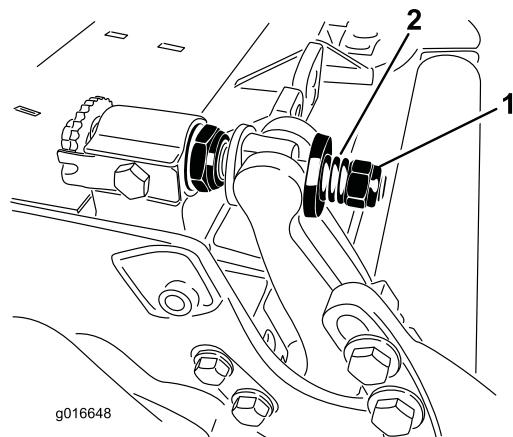

Figura 33
5. Aperte a porca da mola tensora até que a mola fique recolhida; em seguida, desaperte meia volta (Figura 33).
11. Aperte a porca em cada conjunto de ajustador da barra de apoio até que a mola de compressão esteja totalmente comprimida e, em seguida, desaperte a porca $\frac{1}{2}$ volta (Figura 33).